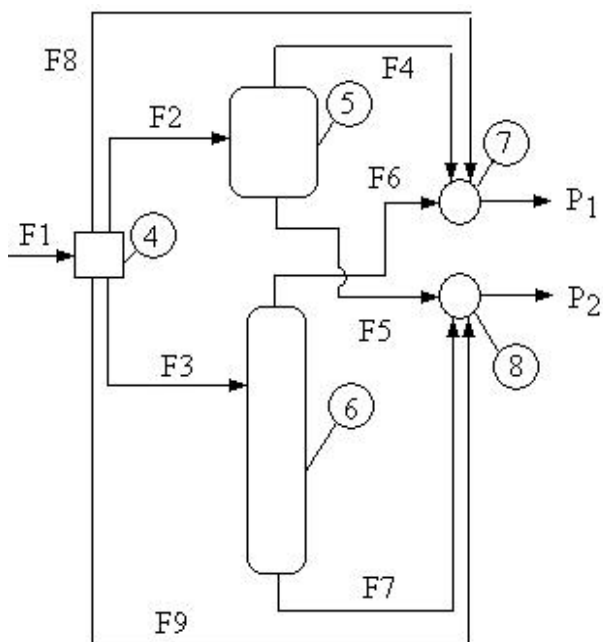

Рис. 14.5. ХТС узла разделения
**Постановка задачи.** Для узла разделения, представленного на рис. 14.5, найти способ распределения нагрузки между аппаратами и значения конструктивных характеристик аппаратов, при которых будет максимален критерий прибыли.